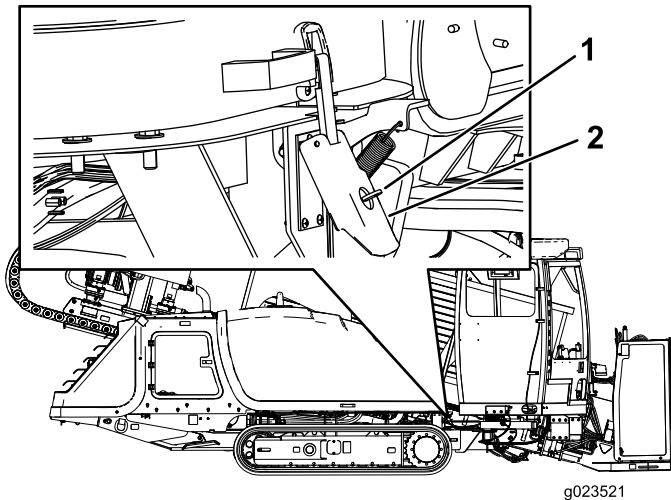

Figure 66
2. Relevez le verrou, comme montré à la Figure 66.
Remarque: Vérifiez que la clé est en position DÉVERROUILLÉE (horizontale), comme montré à la Figure 66.